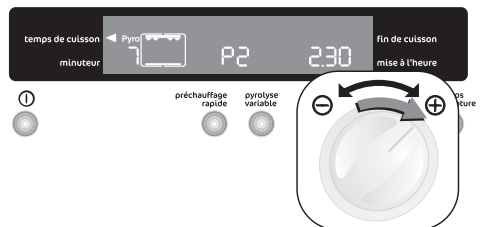

Fig. 21
4. Le voyant "Temps de cuisson"  clignote. Pendant ce temps, tournez la commande **TEMPERATURE/ TEMPS** jusqu'à la position  pour sélectionner la position **Pyrolyse 1 (P 1)** ou **Pyrolyse 2 (P 2)** (Fig. 21).